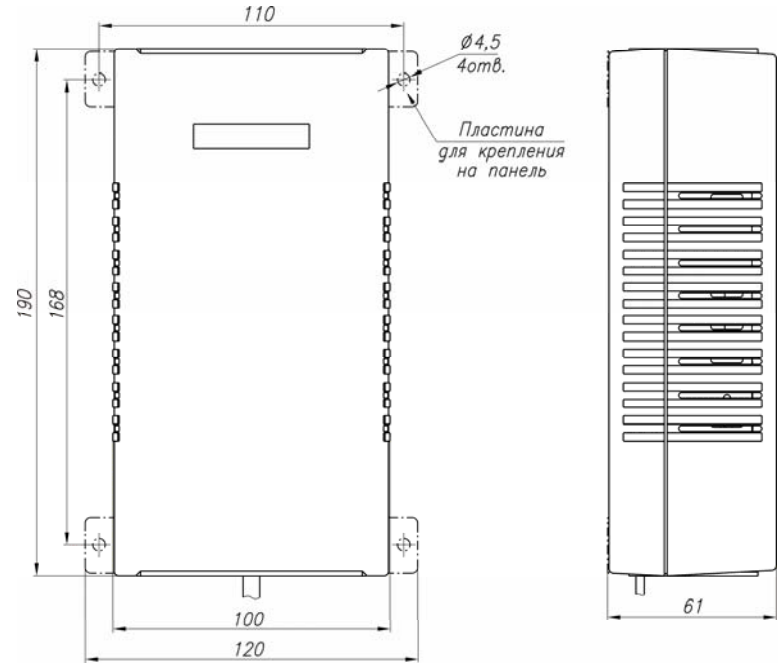

Рис.2 Инжектор PoE-12-I
10. Габаритные размеры..... см. рис.2
Инжектор PoE-12-I (см. рис.2) конструктивно выполнен в пластмассовом корпусе.